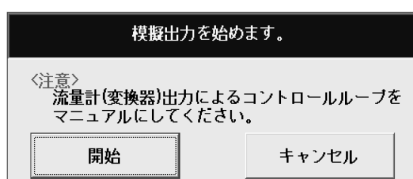

図52
- ② 図52のようなメッセージボックスが現れますので、アナログ出力を行う場合は「開始」をクリックしてください。止める場合は「キャンセル」をクリックしてください。